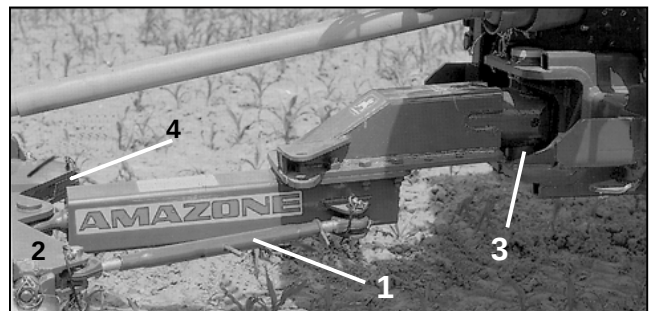

Fig. 5.4
- Fikserstangen (fig. 5.4/1) hhv. Hydraulikcylinderen (5.5/1) sættes fast foran på liftarmsbommen (fig. 5.4/2 hhv.5.5/2).